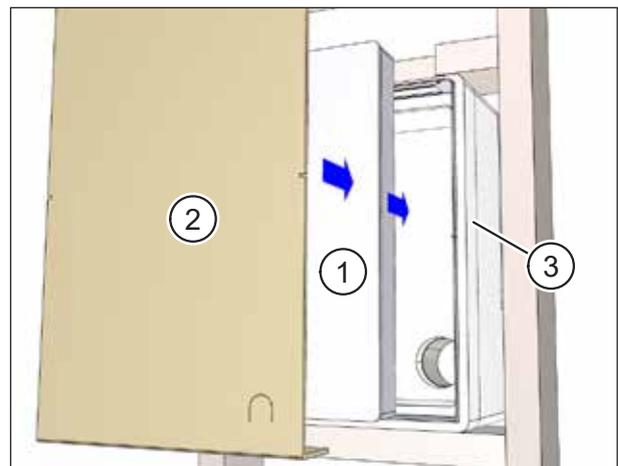

Abb. 53: Schutzdeckel und Putzschutzdeckel einsetzen
- Setzen Sie den Schutzdeckel (Pos. 1 in Abb. 53) in den Mauerkasten (Pos. 3 in Abb. 53) ein.
- Setzen Sie den Putzschutzdeckel (Pos. 2 in Abb. 53) in den Mauerkasten (Pos. 3 in Abb. 53) bis zum Anschlag ein.